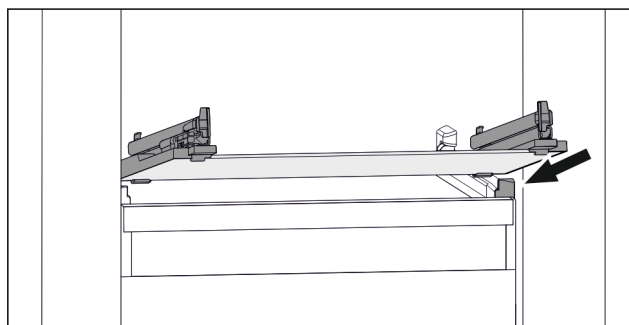

Fig. 77 Beispielhafte Darstellung der Glasplatte
- Glasplatte schräg hinter den Stopper aufsetzen. (siehe Fig. 77)